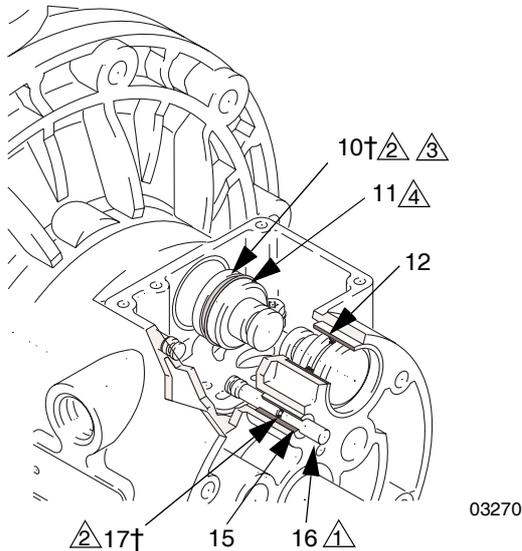

FIG. 9
4. Sortez les deux pistons d'actionnement (11) des coussinets (12). Retirez les joints en coupelle (10) des pistons. Sortez les axes de commande (16) des coussinets (15). Retirez les joints toriques (17) des axes de commande. Voir FIG. 9.
6. Examinez les coussinets (12, 15) en place. Voir FIG. 9. Les coussinets sont cintrés et, s'ils sont endommagés, doivent être retirés par l'extérieur. Pour cela, il est nécessaire de démonter la partie fluide. Consultez la page 27.
4. Placez un joint torique (17†) sur chaque axe de commande (16). Graissez les axes et les joints toriques. Insérez les axes dans les coussinets (15), extrémité **fine** en premier. Voir FIG. 9.
5. Placez un joint en coupelle (10†) sur chaque piston d'actionnement (11), de sorte que les lèvres des joints se trouvent face à l'extrémité **fine** des pistons. Voir FIG. 9.
6. Lubrifiez les joints en coupelle (10†) et les pistons d'actionnement (11). Insérez les pistons d'actionnement dans les coussinets (12), extrémité **large** en premier. Laissez l'extrémité fine des pistons exposée. Voir FIG. 9.